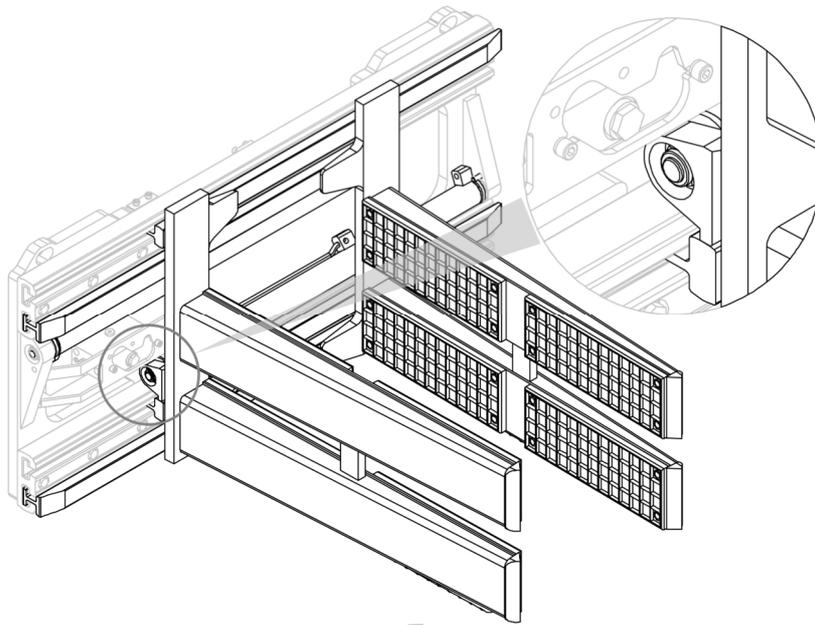
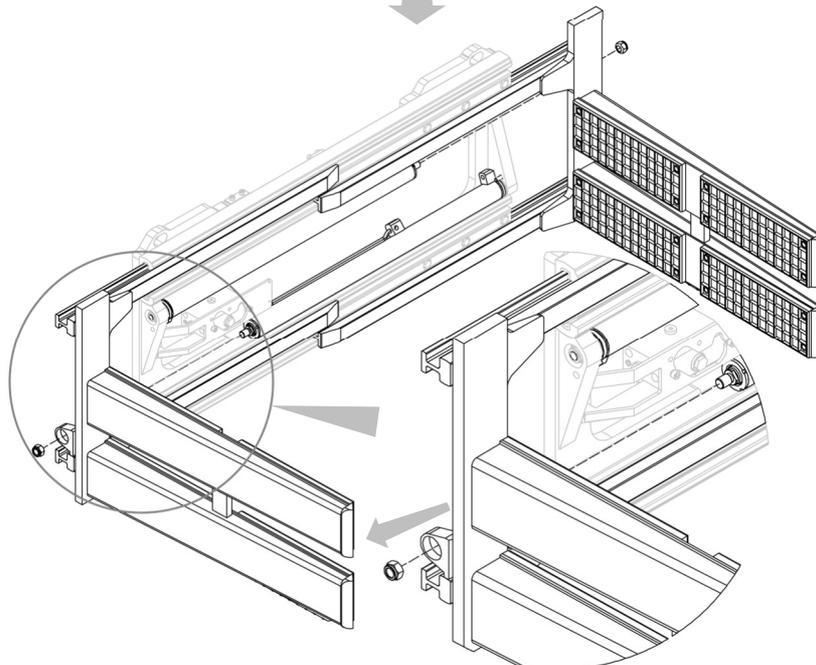

Figure 25
Figure 26
2. Retirer les fourches avec les mâchoires après avoir dévissé les écrous qui les relient aux vérins (voir Figure 25 et Figure 26).